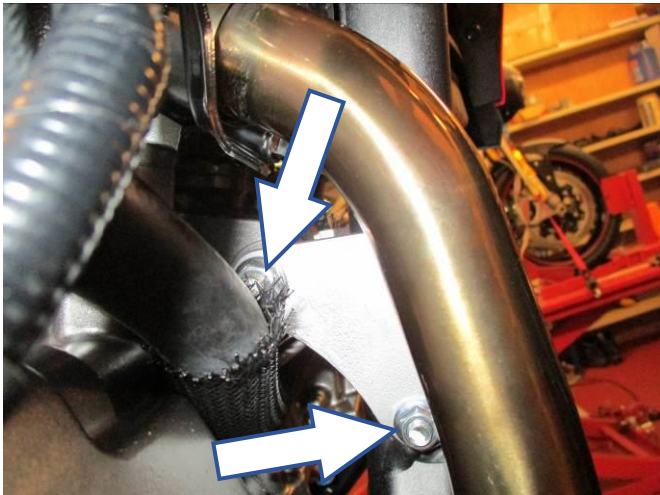

Abbildung 7
- Entfernen Sie die zwei Muttern, die in **Abbildung 7** markiert sind.